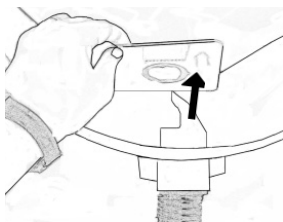

Fig. 24
5. Pour déposer le sac à poussière, saisissez le renfort en carton et retirez précautionneusement le papier-carton et le sac du bac, fig. 24. Pliez la partie perforée du renfort en carton vers l'ouverture du sac afin d'empêcher que le contenu du sac ne s'échappe.